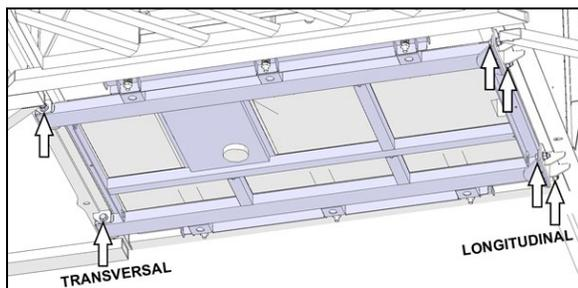

FIGURA 22: UBICACIÓN DE PUNTOS DE MONTAJE
3. Inspeccione cuidadosamente los tornillos de montaje de la cuna del tanque de combustible, 6 ubicaciones (Figura 22).